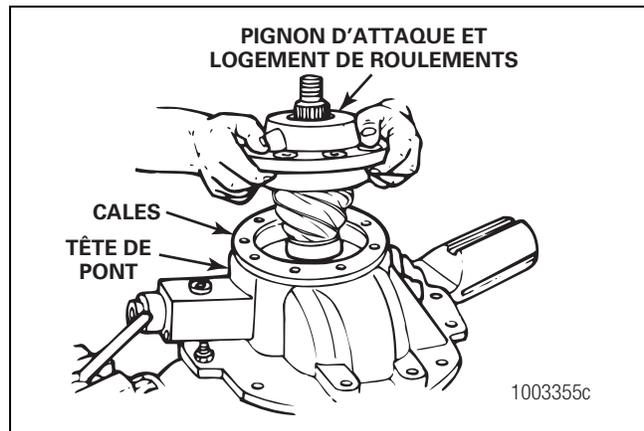

Figure 5.23
5. Installer le pignon d'attaque et le logement de roulements dans la tête de pont. Si nécessaire, utiliser un maillet (en caoutchouc, plastique ou cuir) pour faciliter l'opération. Figure 5.23.